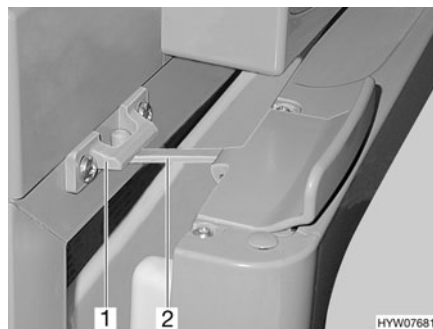

Fig. 206 Porte du réfrigérateur en position de ventilation (Thetford)
- Ouvrir le verrouillage (Fig. 206,2) et l'enclencher dans le logement de verrouillage (Fig. 206,1). La porte du réfrigérateur reste ainsi légèrement ouverte.